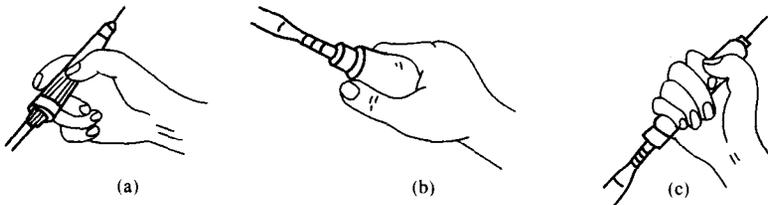

图 1-17 电烙铁的三种握法
1) 焊接时的姿势和手法。一般为坐着焊，工作台和座椅的高度要适当。挺胸端坐，操作者鼻尖与烙铁尖的距离应在 20cm 以上，选好烙铁头和适当的握法。烙铁的握法一般有三种，如图 1-17 所示。